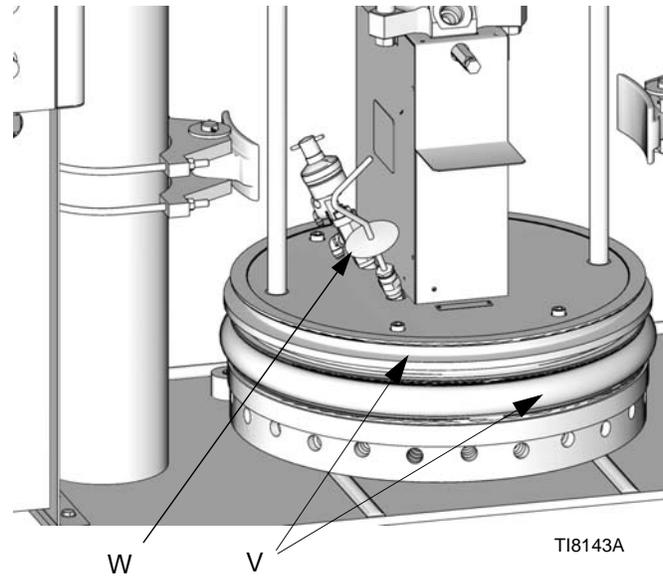

ABB. 20: Platte
5. Tragen Sie eine dünne Schicht Hochtemperaturschmierfett (Artikel-Nr. 115982) auf die Platten-Fassdichtungen (V) auf. Siehe ABB. 20.
- Entfernen Sie den Entlüftungsgriff (W) der Platte. Siehe ABB. 20.
- Sobald die Plattendichtungen (V) in das Materialfass eintreten, stellen Sie den Druckluftregler (P) für die Ram-Abwärtsbewegung auf 207-345 kPa (2,1-3,4 bar) ein. Siehe ABB. 19 und ABB. 20.
- Wenn die Ram stoppt, setzen Sie den Entlüftungsgriff (W) der Platte wieder ein und ziehen ihn mit der Hand fest. Siehe ABB. 20.